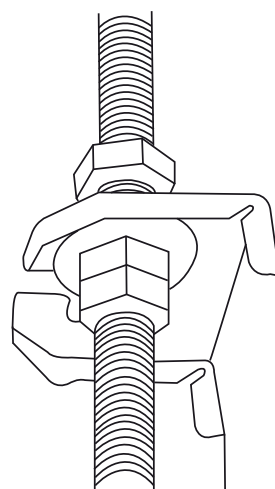

Fig. 4.9
7. Montare l'unità interna. Per sollevare e fissare l'unità occorreranno due persone. Inserire i bulloni di sospensione nei fori di aggancio dell'unità. Fissarli usando le rondelle e i dadi in dotazione. (Fig. 4.9).